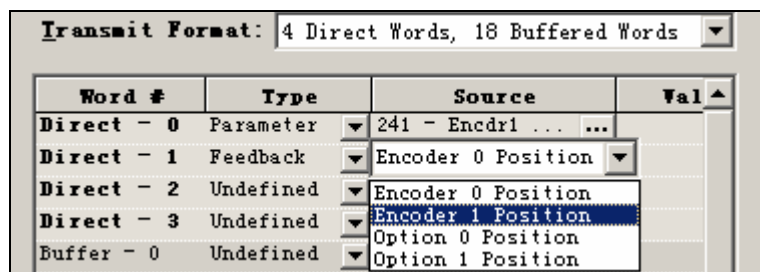

图 6-26 配置 Direct Word-1
11) 在 Direct Word-1 一项中, 选择 Feedback 作为 Type。然后在 Source 中, 点击 , 选择参数 241[Encoder 1 Position]作为 Direct Word-1 的 Source 参数。上述设定的含义是将来自手轮编码器的位置反馈值发送到光纤网络上。Direct Word-1 参数设置如图 6-26 所示。